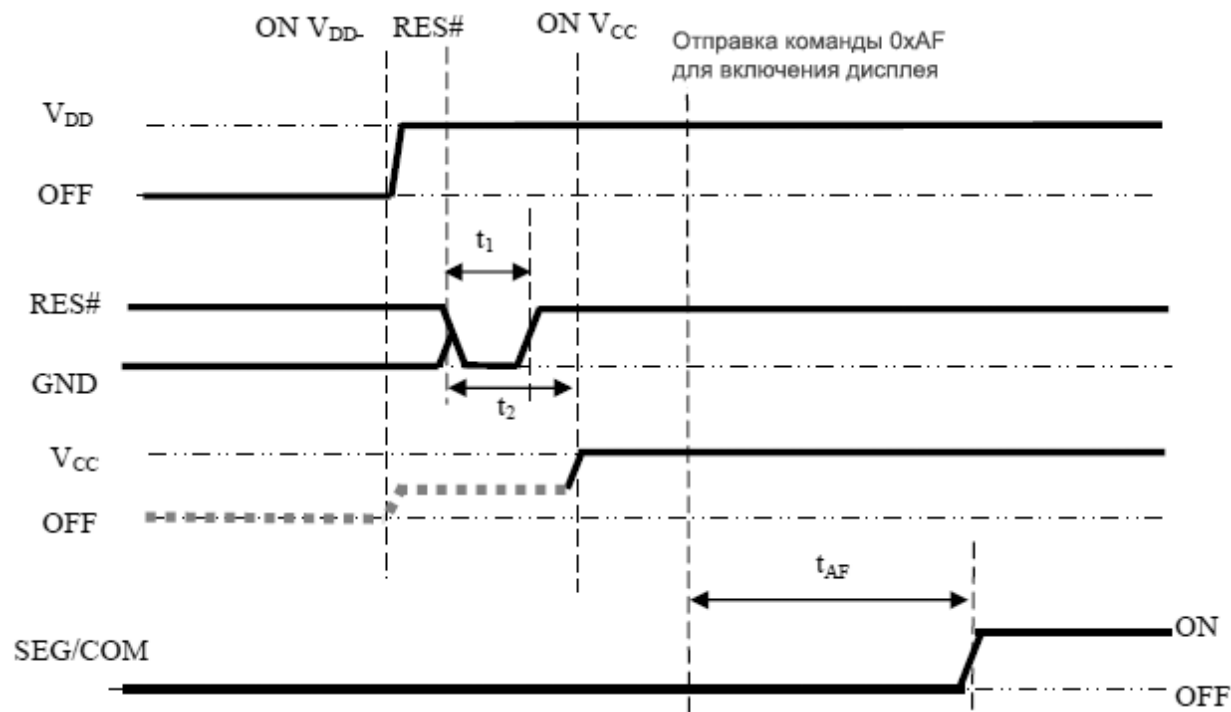
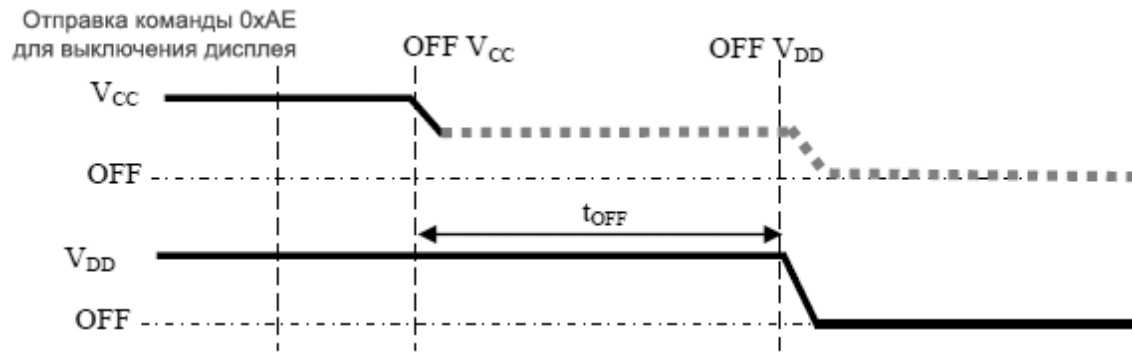

Рис. 8-16. Последовательность включения (Power ON).
Рис. 8-17. Последовательность выключения (Power OFF).
- (1) Поскольку между  $V_{DD}$  и  $V_{CC}$  подключена схема защиты от ESD (статическое электричество),  $V_{CC}$  становится ниже  $V_{DD}$  всякий раз, когда на  $V_{DD}$  подается питание и на  $V_{CC}$  питания нет, что показано пунктирной линией  $V_{CC}$  на рис. 8-16 и рис. 8-17.
- (2) Уровень  $V_{CC}$  должен удерживаться плавающим (т. е. питание запрещено), когда  $V_{CC}$  выключено.
- (3) Выводы питания ( $V_{DD}$ ,  $V_{CC}$ ) никогда не должны подтягиваться к земле ни при каких условиях.
- (4) Значения регистров сбрасываются после  $t_1$ .
- (5) Питание  $V_{DD}$  не должно быть снято перед снятием питания  $V_{CC}$ .